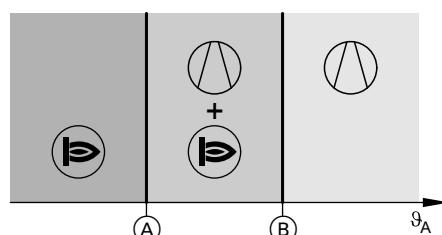
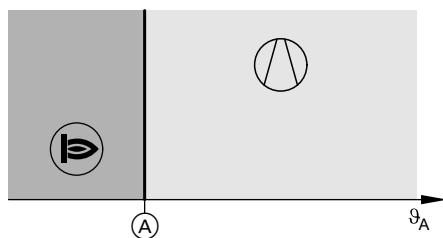

Abb. 26
Abb. 27
Ihr Fachbetrieb hat die beiden Außentemperaturgrenzen (A) und (B) fest eingestellt: Siehe Abb. 26 und Abb. 27.